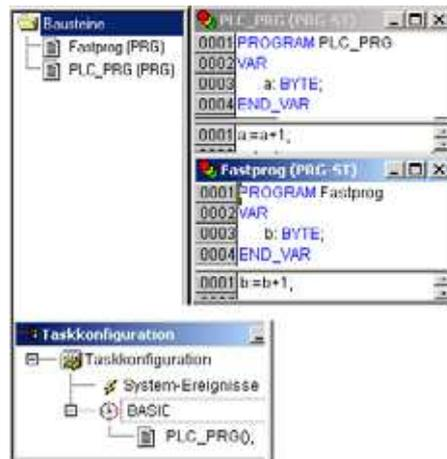

Abbildung 74: Steuerungs- und Task-Konfiguration
- ▶ Erstellen Sie die POU „PLC\_PRG“ und „Fastprog“ gemäß Abbildung 74.